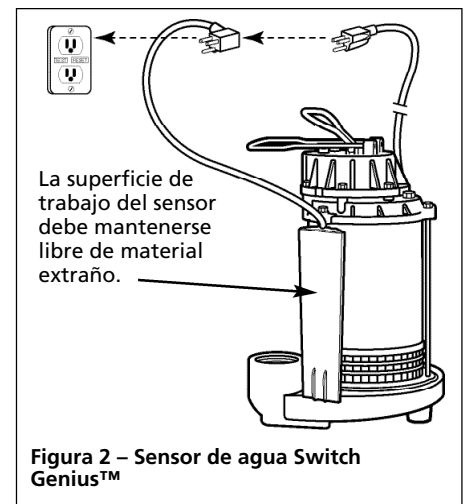

Figura 2 – Sensor de agua Switch Genius™
3. Enchufe el cordón de alimentación de la bomba directamente en la parte de atrás del enchufe del cordón del sensor de agua (Figura 2).
4. Es necesario verificar mensualmente el funcionamiento correcto de la bomba. Es posible verificar que la bomba funcione correctamente desconectando brevemente el cordón de alimentación de la bomba de la parte de atrás del sensor de agua y enchufándolo directamente en el tomacorriente conectado a tierra. Bajo estas condiciones, la bomba trabaja en forma continua. Una vez comprobado el funcionamiento de la bomba, vuelva a enchufar el cordón de alimentación de la bomba en la parte de atrás del enchufe del sensor de agua (ver Figura 2).
5. Limpie regularmente la superficie del sensor de agua para impedir que depósitos de sedimento u otros materiales se acumulen en la superficie del sensor (ver Figura 2).